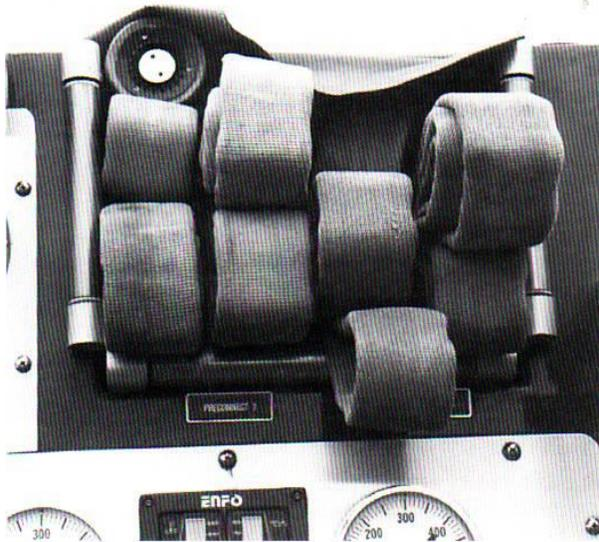

Figura 12.68 Las preconexiones de tendido cruzado se colocan sobre la consola de la bomba.
- Camas transversales (véase la figura 12.68)